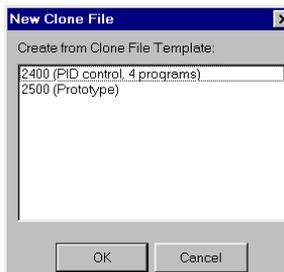

Figure 4-9 : zone de dialogue nouveau Fichier clone
2. Depuis la zone de dialogue (figure 4-9), sélectionner le type d'appareil dans la liste de fichiers clones disponibles.